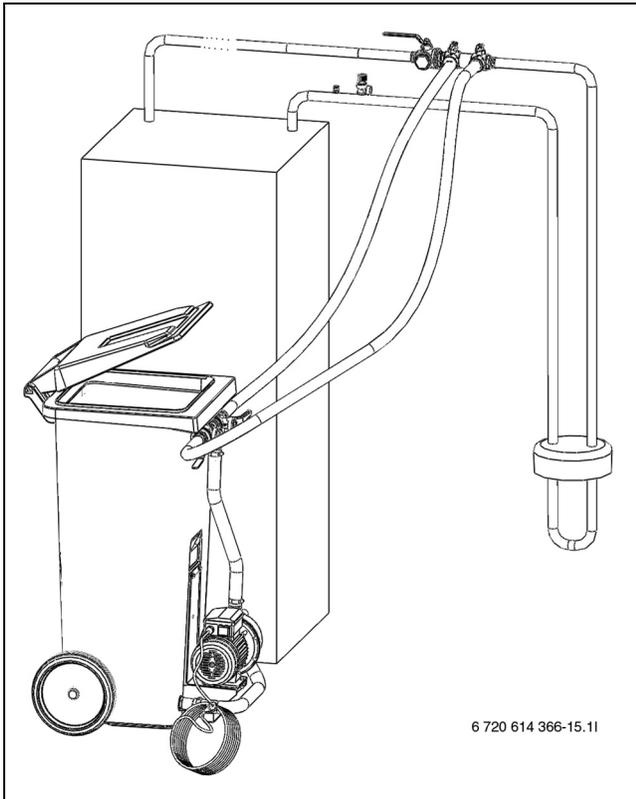

Fig. 21 Remplissage avec station de remplissage
- ▶ Raccorder deux tuyaux entre la station et le dispositif de remplissage (→ figure 21).